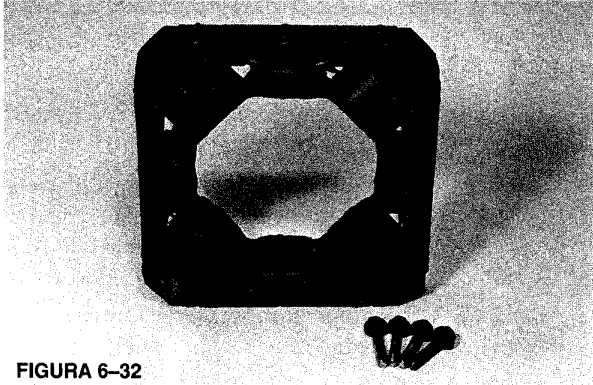

FIGURA 6-32
1. Limpie el polvo y la suciedad del devanado del estator. (Figura 6-32.) (Ver la sección 5.)